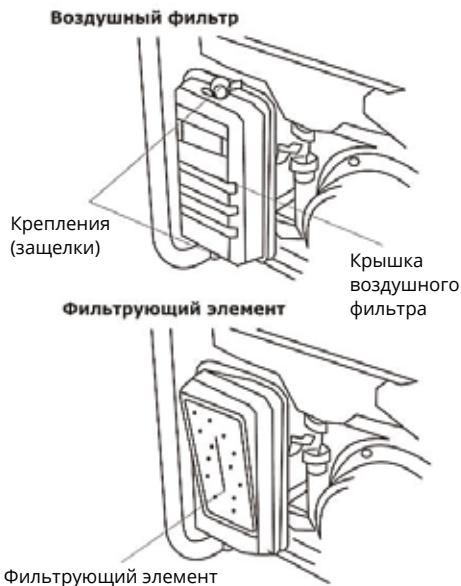

Рис. 5
1. Снимите крышку воздушного фильтра, отсоединив две зажимы крышки воздушного фильтра (**рис. 5**).